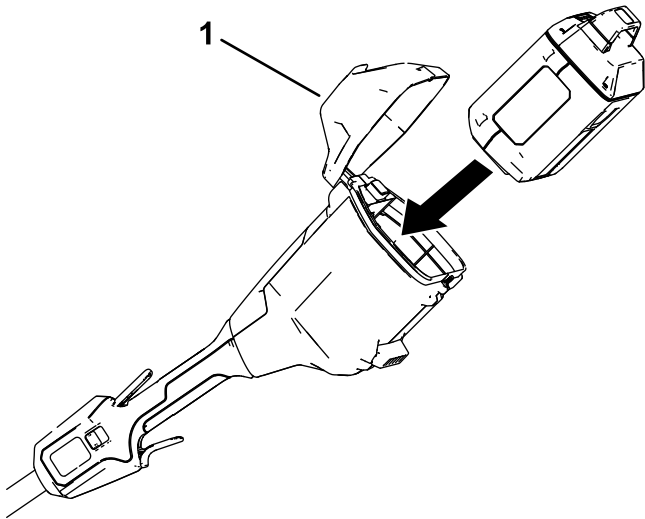

Figura 9
2. Abra la tapa de la batería (Figura 9).
3. Alinee el hueco de la batería con la lengüeta del compartimento de la batería (Figura 9).
4. Introduzca la batería en el compartimento de la batería hasta que encaje en el cierre (Figura 9).